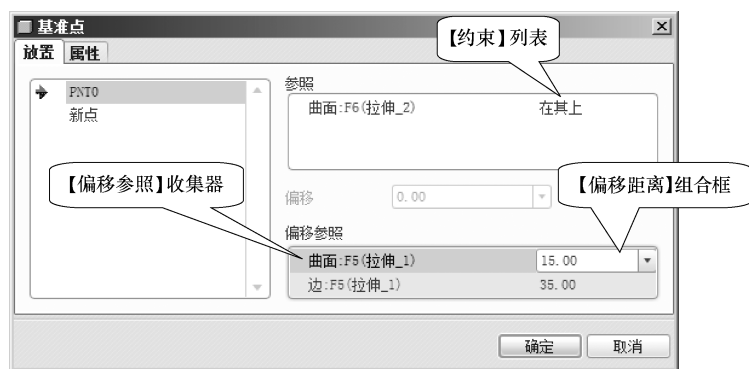

图 5-26 【基准点】对话框
(1) 选择要创建基准点的面，单击【基准】工具栏中的【点】按钮，弹出【基准点】对话框，此时参照收集器处于激活状态。
(2) 在图形区选取面作为参照，该面出现在【参照】收集器中，在其后的【约束】列表中选择【在其上】，如图 5-26 所示。